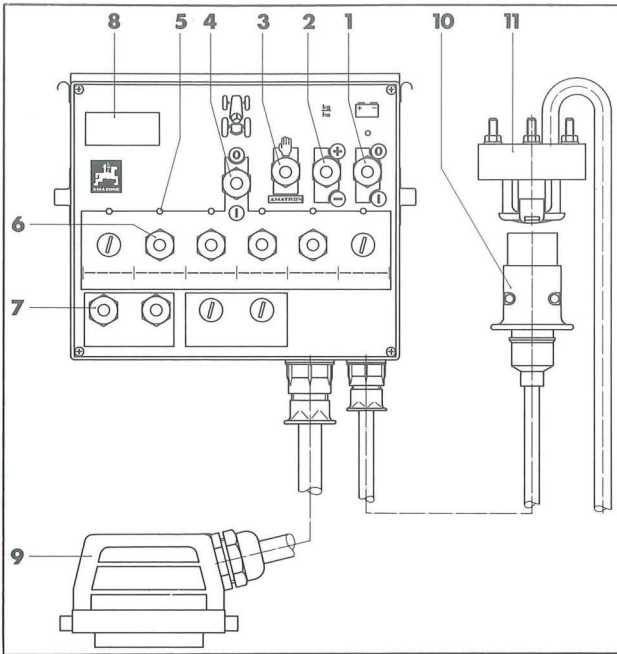
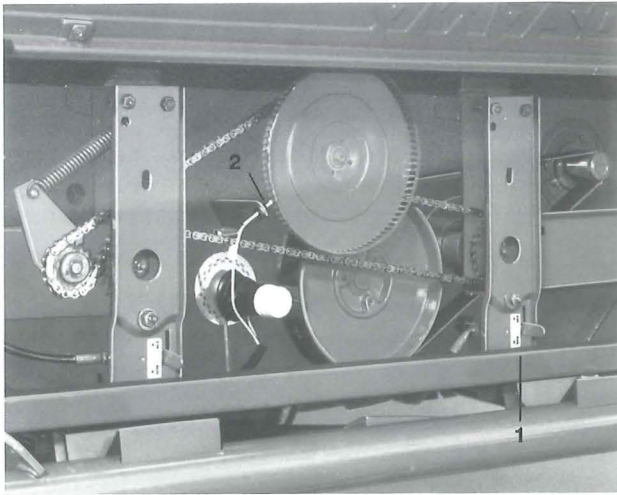

Fig.4
Fig. 11
Det elektriske fjernbetjeningsarmatur tilsluttes maskinen med et stik (fig. 4/9). Til strømfor-
minus og brun til plus. Stikket (fig. 4/10) slutes til stikdåsen (fig. 4/11).
Funktionsbeskrivelse af de enkelte kontakter (fig. 4)
Spredemængden er afhængig af doseringsvalsens omdrejningstal og den valgte kørehastighed. Doseringsvalserne drives af oliemotoren; udvekslingsforholdet oliemotor/doseringsvalse svarer til 1 : 1,6. Ved hjælp af trevejs reguleringsventilen, som aktiveres af en servomotor, kan oliemængdetilførslen og dermed og omdrejningstallet på oliemotor/doseringsvalse, reguleres trinløst. Servomotoren betjenes over tast 2 (fig. 4) på SKJ.
- Batterihovedkontakten (fig. 4/1) kobles til.
- Højre doseringsvalsekobling stilles på „aus“ (fig. 11/1). Den venstre doseringsvalse forbliver udkoblet.
- Ved hjælp af tast 2 (fig. 4) indstilles oliemotorens omdrejningstal på 50.
- Batterihovedafbryderen 1 (fig. 4) og oliemotoren til kobles, doseringen fra kobles over tast 4 (fig. 4).
- Venstre doseringsenhed indkobles kort over tast 6 (fig. 4), så doseringsknasterne fyldes med gødning. Til sikkerhed kan højre doseringsenhed stilles på „aus“. (fig. 11/1).
- Oliemotorens omdrejningstal indstilles på 50 ved hjælp af tast 2 (fig. 4).
- Venstre doserenhed betjenes altid med begge taster 6 (fig. 4). Der kobles kort til og fra. (Doseringsvalserne skal være fyldt med gødning). Indsåningsspandene tømmes.